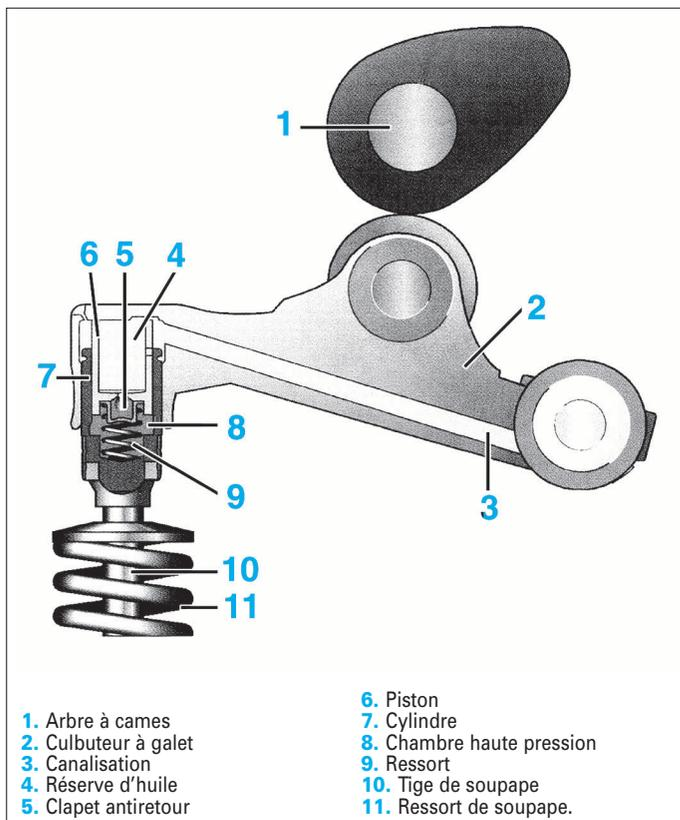

FIG. 3
**Levée de soupape (Fig.3)**
**Compensation du jeu (Fig.3)**